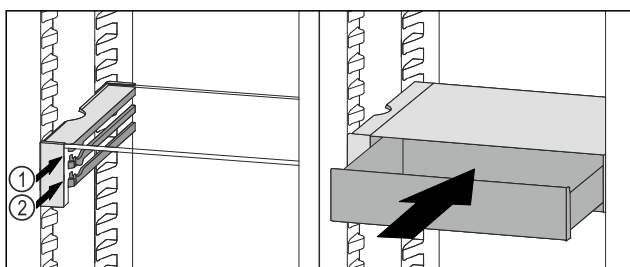

Fig. 106
- Asetage VarioSafe-sahtel peatajate taga soovitud ribile Fig. 106 (1) või Fig. 106 (2).